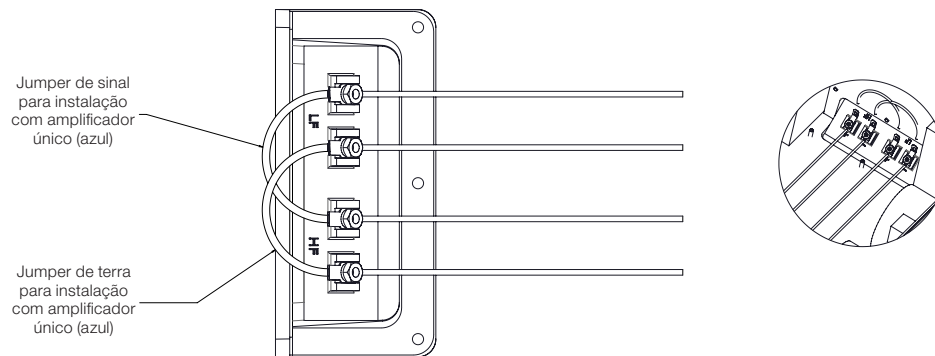

Figura 10
4. Antes de instalar a caixa de com usando dois fios ou dois amplificadores, retire os dois jumpers azuis (jumpers de sinal e de aterramento). Ver Figura 10. Os jumpers azuis ficam no painel de conectores na face interna da caixa traseira. Pressione os conectores dos jumpers abaixo do ponto de entrada do fio para soltar a trava do conector. Se não funcionar, deslize a bota de plástico de volta sobre o fio e pressione a alavanca da trava com uma caneta ou uma ferramenta pequena enquanto puxa suavemente o fio.